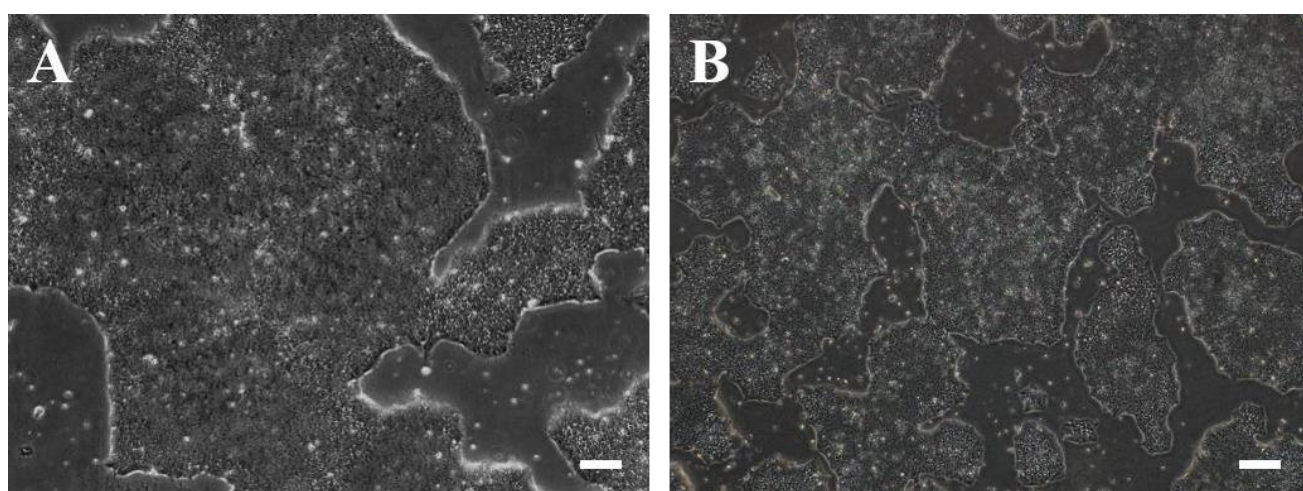

図1：hiPSCクローンのコンフルエンスは約85%。A-Matrigel Plate B-Vitronectin Plate
- 1.1、細胞コンフルエンスが約85%に達した場合（図1）、一般的に4日ごとに継代を行います。クローンコロニーが小さくコンフルエンスが不足している場合でも、連続培養は5日を超えないように推奨します。
ーンコロニーは85%コンフルエンシー、大きさが均一な場合（図1）、1:10で継代することを推奨します。密度が低い場合は継代比率を低下させ、高い場合は比率を増加させます。
1. 細胞が約85%コンフルエンスに達した時点（図1）で回収・凍結可能です。一般的に6ウェルプレートでは1ウェルあたり $2-4 \times 10^6$ 個の生存細胞を回収し、1本凍結保存することは可能です。